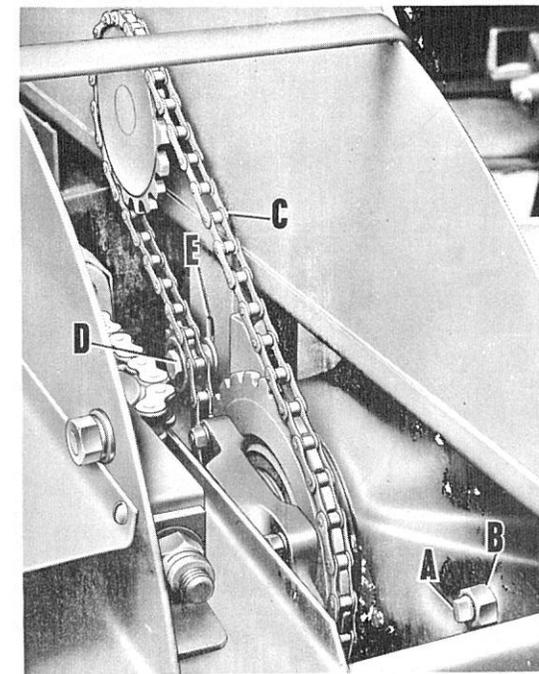

Fig. 22. Réglage de la butée arrière et de la chaîne d'entraînement principale.
1. Une butée sur le support arrière (A, Fig. 22) est prévue sur le côté droit de la boîte de vitesses comme représenté sur la figure. Elle est destinée à protéger les engrenages contre de brusques surcharges et à maintenir l'engrènement correct du pignon et de la roue à denture conique.
2. Pour régler, desserrer l'écrou de blocage (B, Fig. 22) et tourner l'ergot (A, Fig. 22) dans le sens d'horloge jusqu'à ce qu'il soit serré sur la couronne dentée. Tourner alors l'ergot de 45° en sens inverse et rebloquer avec l'écrou.
(C, Fig. 22)
Déplacer à la demande le pignon fou (D, Fig. 22) dans la fente de son support (E, Fig. 22).